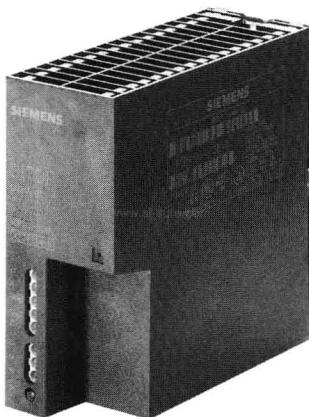

图 1-3 电源模块
① 电源模块（PS）为所有模块供电，分 DC 24V 供电和交流供电两个大类，额定电流有 2A、5A、10A3 种。比如 PS305 是直流供电模块，PS307 是交流供电模块。图 1-3 所示为电源模块实物图。